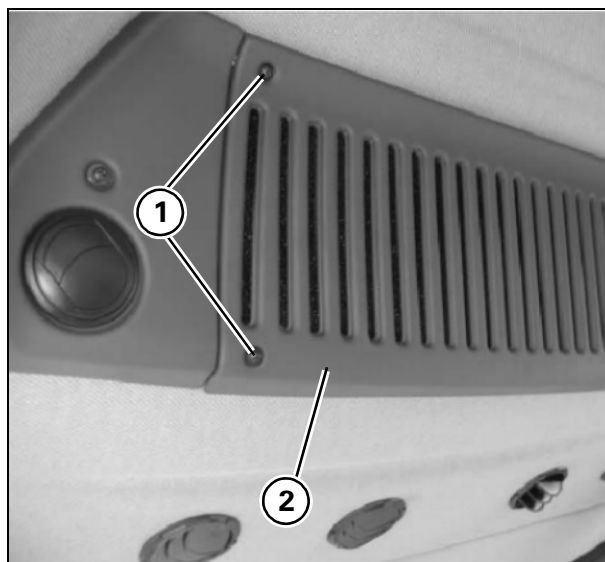
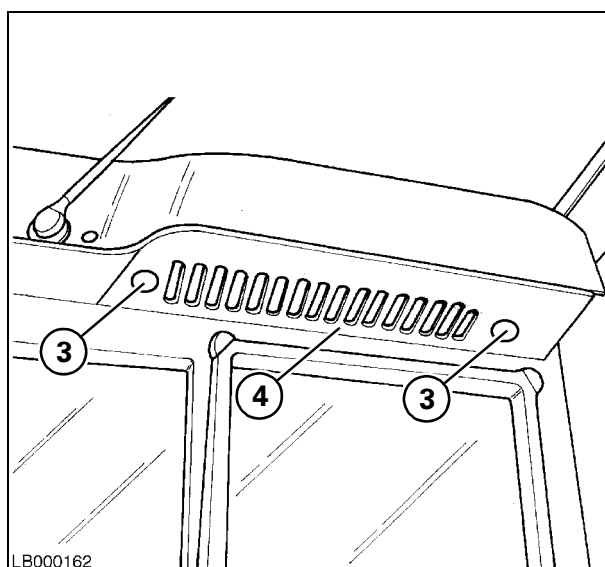

Рис. 27
Рис. 28
21.) Воздушные фильтры кабины - Рис. 27 и Рис. 28